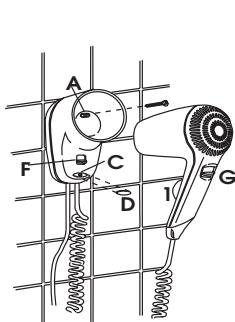

Fig. 3
- Innestate il supporto a muro sulla placchetta a parete e regolate la posizione in modo che in foro A posto nella parte superiore del supporto e quello a muro coincidano. Avvitate la vite in dotazione nel foro superiore (fig.3) e collocate sulla vite C la targhetta D.
- Aprire il supporto a muro svitando la vite C (fig.3).
La regolazione del flusso d'aria e della temperatura si ottiene agendo sul commutatore G (fig.3) collocato nell'impugnatura:
Il pulsante 1 (fig.3) è un dispositivo di sicurezza: l'asciugacapelli non funziona se non è premuto.
- Insert the wall-holder on the nylon support and fix it to the wall through the A hole. Put the D plastic plate on the C screw (fig.3)
- Open the wall holder removing the C screw (fig.3)
Air flow and temperature can be adjusted by the switch G (fig.3) located on the handgrip:
The push-button 1 (fig.3) is a safety device: the air dryer does not work if it is not pressed down.
- Insérez sur le support en nylon le support mural et le fixez au mur à travers le trou A (fig.3) et placer la plaque D sur la vis C
- Ouvrir le support mural en enlevant la vis C (fig.3)
Le poussoir 1 (fig.3) est un dispositif de sécurité: le sèche-cheveux ne marche pas s'il n'est pas pressé.